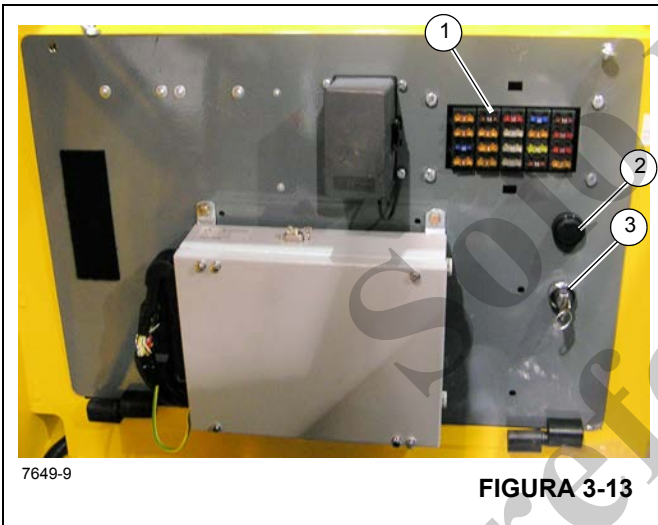

FIGURA 3-13
El sistema de carga de los cilindros telescópicos funciona automáticamente y no requiere de ninguna acción del operador. El indicador se ilumina en color ámbar y el zumbador suena (2) (Figura 3-13) cuando la pluma se eleva por encima de 35° y el sistema de carga de los cilindros telescópicos no funciona correctamente. Si el zumbador suena y el indicador se ilumina, el operador debe extender ligeramente la pluma para cargar manualmente los cilindros telescópicos, detener el funcionamiento y hacer que se realicen las reparaciones necesarias al sistema.
El tablero de fusibles (1) (Figura 3-13) se encuentra detrás del asiento de la cabina en el conjunto de tablero de relés y fusibles de la cabina. Contiene 20 fusibles que protegen los diversos componentes eléctricos de la grúa.
El interruptor de anulación de emergencia del RCL (3, Figura 3-13) es un interruptor accionado con llave que se encuentra dentro de la cabina del operador, en el conjunto del tablero, detrás del asiento del operador. Cuando se acciona (en sentido horario), el interruptor anula y evita que el RCL bloquee las tres funciones de la grúa (bajada de la pluma, extensión del mecanismo telescópico y elevación del malacate), lo que ocasionaría una condición de sobrecarga o de contacto entre bloques.